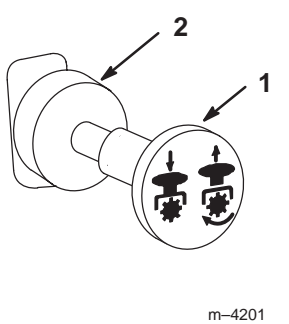

Figure 10
3. Placez la commande de prise de force (PDF) en position débrayée (Fig. 10).